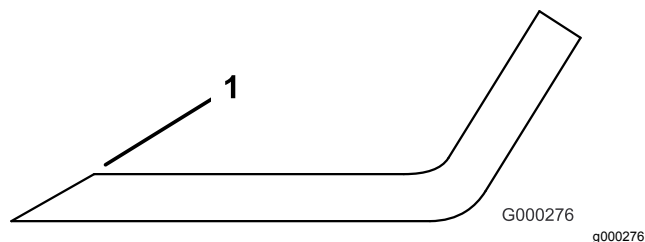

Figure 103
1. Au moyen d'une lime, aiguissez les tranchants à chaque bout de la lame (Figure 103).